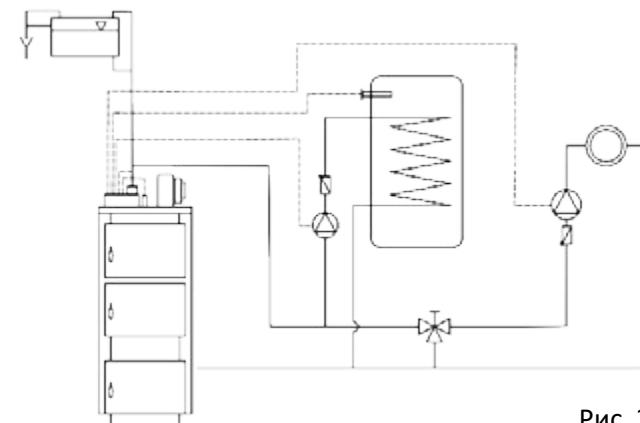

Рис. 2 (б)
5.3. Схема установки котла показана на рис. 2 (а,б).